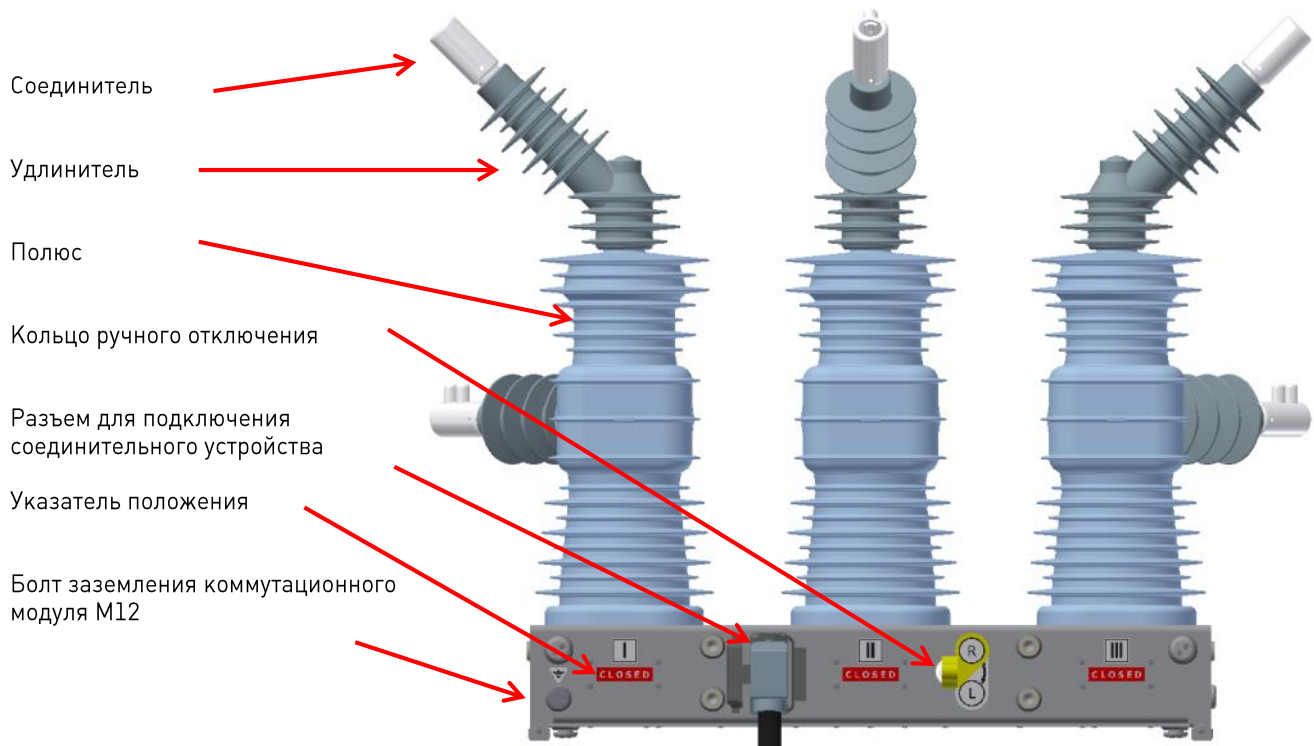

Рис.5.1. Конструкция OSM35_Smart_1(S)
Коммутационный модуль наружной установки состоит из трех полюсов, облитых силиконовой резиной, установленных на общем основании. Основные элементы коммутационного модуля OSM35_Smart_1(S) показаны на **рис.5.1.**
Воздействие на механизм ручного отключения осуществляется через кольцо ручного отключения, см. **рис.5.1**.